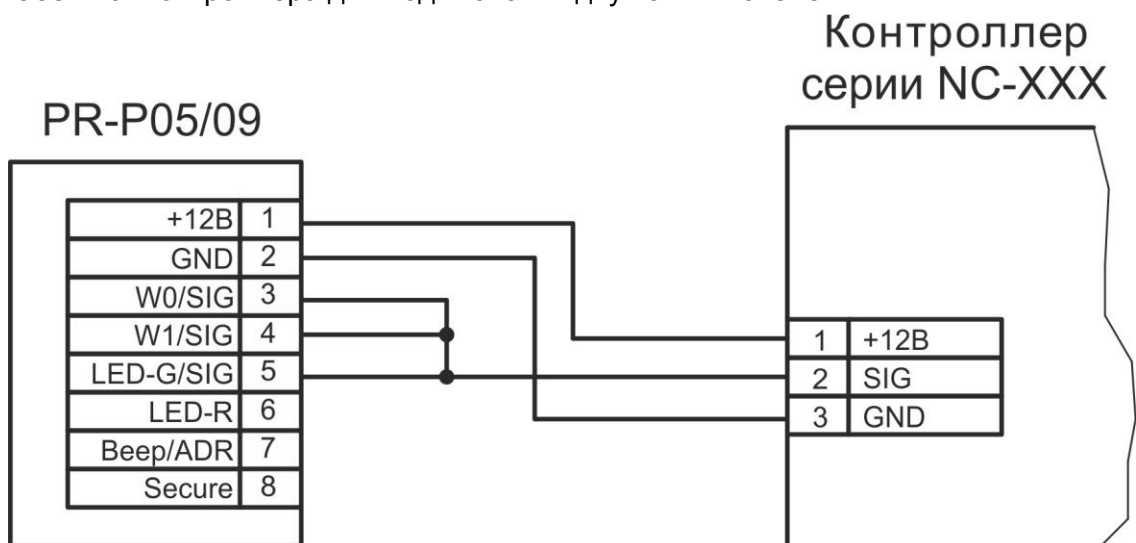
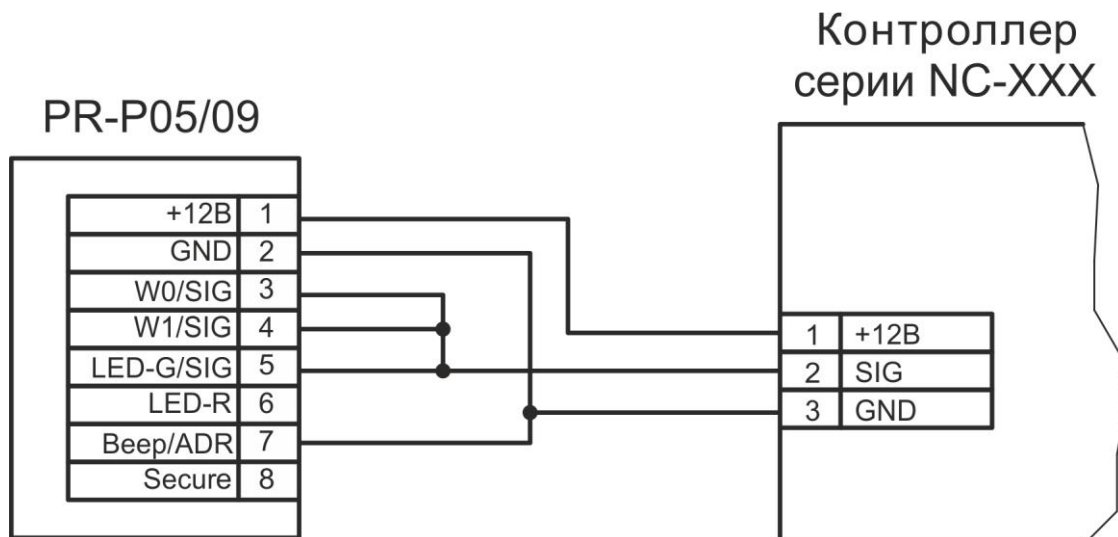

Рисунок 5. Подключение считывателя в режиме Parsec, адрес 1 (внутренний)
Рисунок 6. Подключение считывателя в режиме Parsec, адрес 0 (наружный)
- При работе в режиме **Parsec** линия SIG считывателя (зеленый+ белый + оранжевый провода) является двунаправленной (см. таблицу 2 и рис. 5 и 6). По ней считыватель передает контроллеру считанный с карты код во внутреннем формате системы Parsec.
Кроме того, в системе Parsec каждый считыватель имеет собственный адрес: 1 (внутренний считыватель, рис. 5) или 0 (наружный, рис. 6), – что позволяет использовать один кабель от контроллера для подключения двух считывателей.